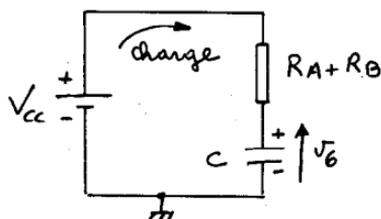

Fig. 4
En supposant les résistances d'entrée (6) et (7) infiniment élevées, on suit l'évolution de la charge de C sur le schéma de la fig. 4.